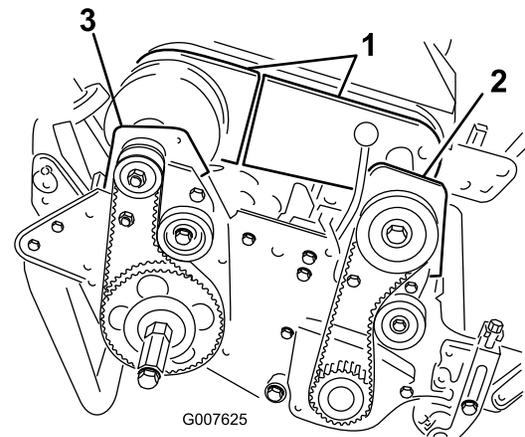

Figure 41
et enlevez les sections pour exposer la courroie (Figure 41).
6. Retirez les 2 boulons et contre-écrous de fixation du carter d'embrayage avant à la plaque latérale (Figure 41).
8. Retirez les 2 boulons et contre-écrous de fixation du logement de roulement arrière droit à la plaque latérale (Figure 41).